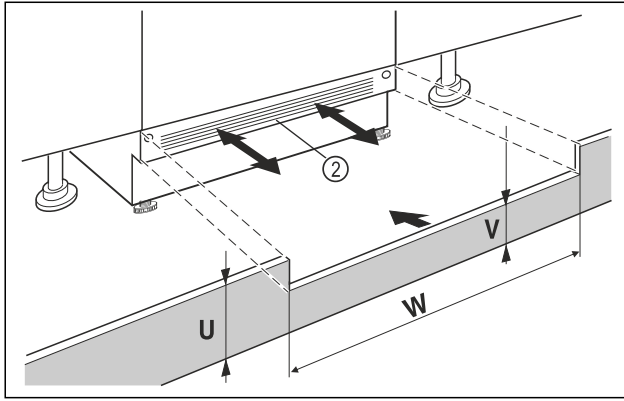

Fig. 96 Esimerkkikuva
- ▶ Aseta laitesokkelireunus Fig. 96 (2) paikoilleen, mutta älä kiinnitä sitä vielä.
- ▶ Jos sokkelireunus on näkyvässä Fig. 96 (2), vedä se niin pitkälle eteenpäin, että tuuletusristikon ja kalustesokkelireunuksen etureuna muodostavat tason.
- ▶ Jos sokkelireunus on piilotettu Fig. 96 (2), työnnä se täysin taakse.
- ▶ Varmista, että tuuletusraot ovat täysin vapaina: Leikkaa tarvittaessa pois kalustesokkelireunuksen Fig. 96 (U) korkeudesta!
- ▶ Sovita syvennyksen leveydeltä Fig. 96 (W) reunakorkeus Fig. 96 (V) laitesokkelireunuksen alla Fig. 96 (2).